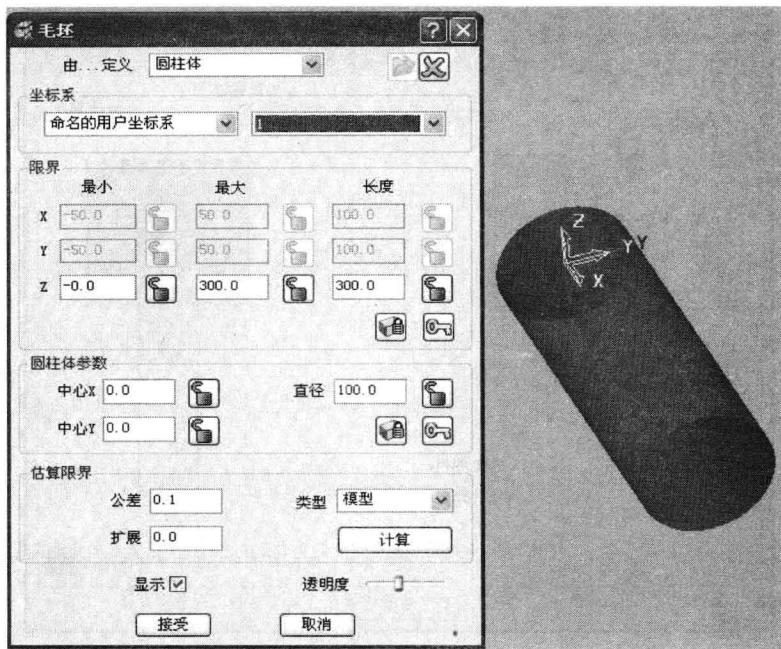

图 1-3 “毛坯”对话框及生成的毛坯
(2) 建立毛坯 单击主工具栏上“毛坯”按钮 , 弹出“毛坯”对话框, 在对话框中按图 1-3 所示设置参数值(在“由... 定义”后的文本框中选择“圆柱体”, 在“坐标系”中选择“命名的用户坐标系”, 在其右边下拉列表框中选择上一步建立的用户坐标系“1”), 单击“计算”按钮, 系统开始计算毛坯的尺寸, 计算出的圆柱体毛坯如图 1-3 右边的实体图所示, 单击“接受”按钮, 完成毛坯创建。